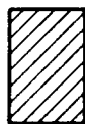

Figure 1
1.2 Incliner les hachures, par rapport aux axes ou aux lignes principales du contour, suivant un angle bien accusé, de préférence 45° (voir figures 1, 2 et 3).